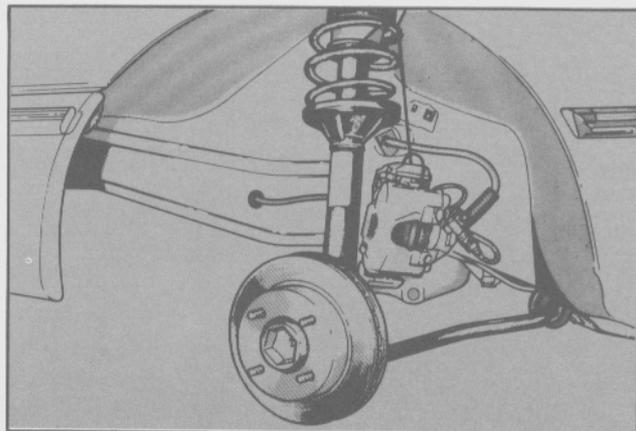

Fig. 4. Sujeción de la mordaza para prevenir daños a la tubería de frenos
- Sujetar la mordaza para prevenir daños en la tubería de frenos (Fig. 4).